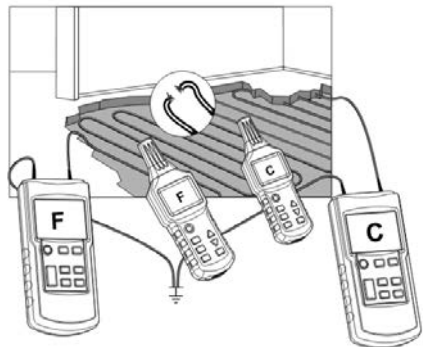

Fig.13b
- Sluit de twee emitters aan (indien er twee emitters gebruikt worden) zoals geïllustreerd in Fig.13b.